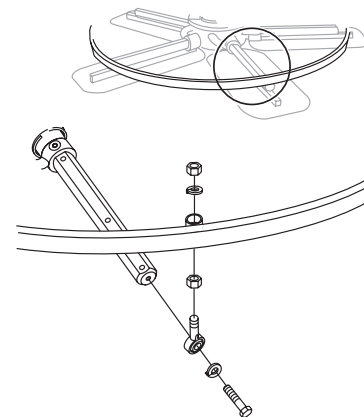

Figura 45. Anillo estabilizador
1. Quite la tornillería que fija el anillo estabilizador al brazo de la alisadora (Figura 45).